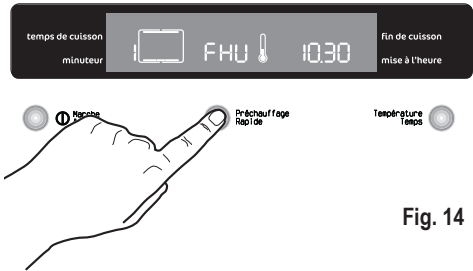

Fig. 14
1. Allumez le four en appuyant sur la touche ①.
4. Appuyez sur la touche "Préchauffage rapide". La mention "FHU" apparaîtra sur l'affichage (Fig. 14).